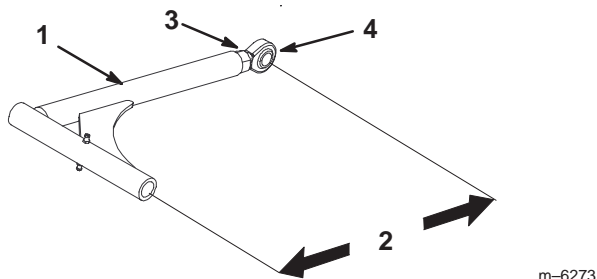

Figure 64
1. Pour régler les bras de poussée, desserrez l'écrou de blocage et tournez la rotule dans le sens anti-horaire, un tour à la fois (Fig. 64).
2. Réglez chaque côté de la même façon. La longueur nominale de chaque bras de poussée doit être de 389 mm (15-5/16 pouces) (Fig. 64).